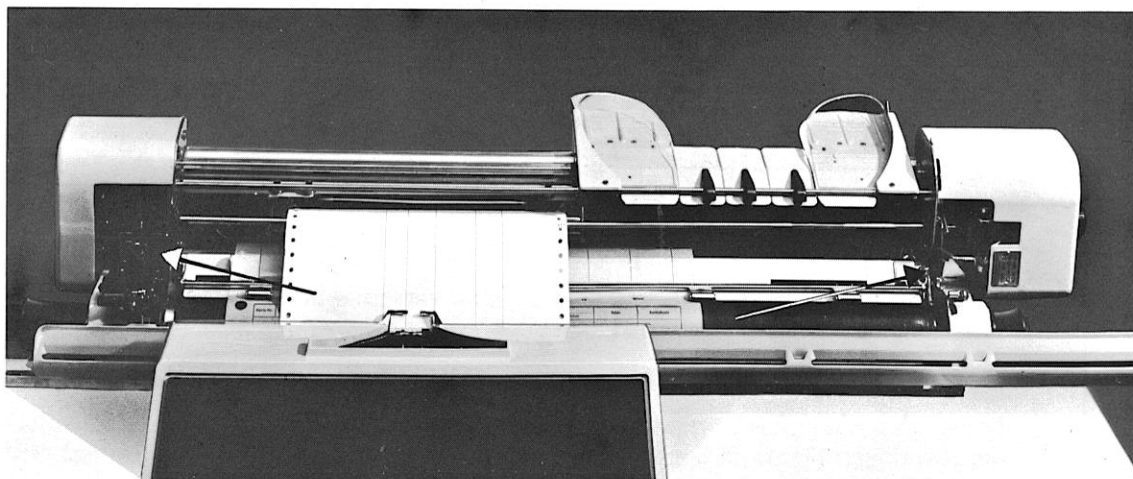

Abb. 16 EFV-Einrichtung hochgeklappt
- EFV-Einrichtung in Schräglage (siehe Abb. 16) in die vorgesehenen Lagerpunkte (Pfeile) einsetzen.